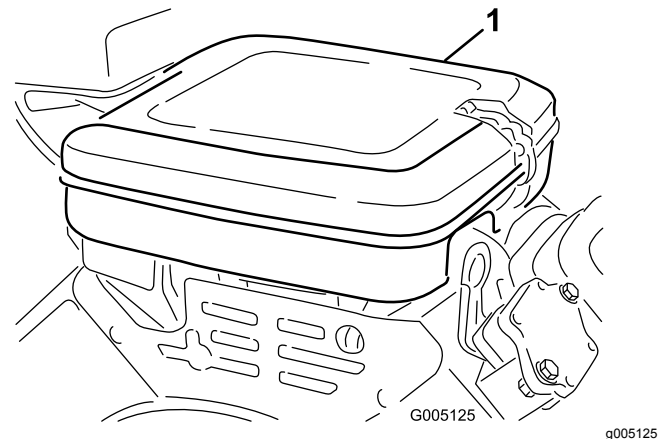

Bild 24
1. Reinigen Sie die Luftfilterabdeckung (**Bild 24**).